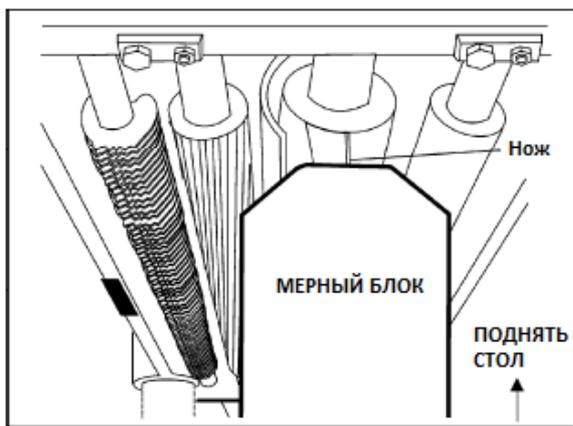

Рис. 21
2. Установите мерный блок (см. Рис. 21) на рабочем столе непосредственно под режущей кромкой строгального ножа, как показано на рисунке. Плавно поднимайте стол, пока блок не коснется режущей кромки.